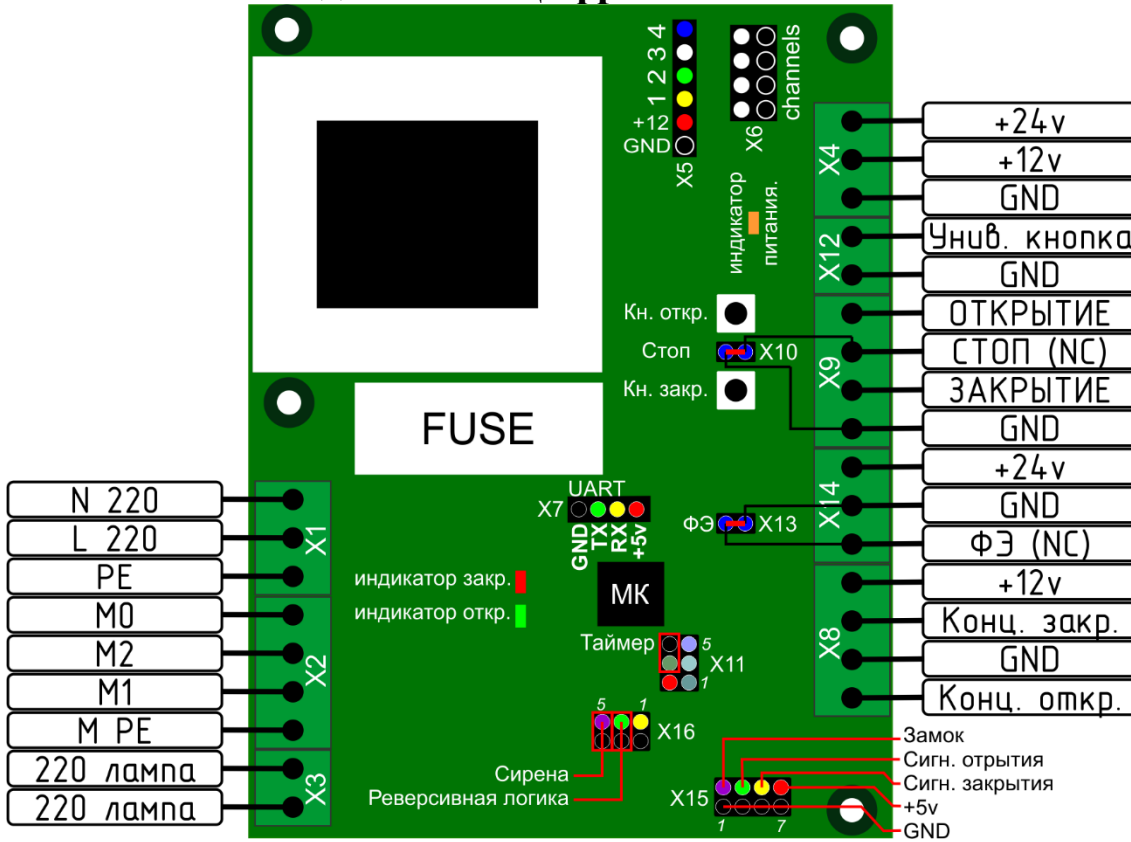

Рисунок 1
Питание шлагбаума однофазное, подключается к разъему X1 (см. Рисунок 1)
Фотоэлементы подключаются к разъему X14 (см. Рисунок 1). Питание фотоэлементов – 24В.
При отсутствии фотоэлементов на переключателе X13 (см. Рисунок 1) должен быть установлен джампер. При отсутствии перемычки шлагбаум не будет закрываться.
Сигнальная лампа подключается к разъему X3. Напряжение ~220В. Активируется при движении стрелы шлагбаума. Лампа крепится с боку корпуса шлагбаума (см. Рисунок 1)
Подключается к разъему **X9** (см. Рисунок 1)
3. Блок перейдет в режим настройки задержки таймера. Количеством миганий индикаторов открытия и закрытия (см. Рисунок 1) отобразится текущее время задержки в секундах кратное 5. (3 мигания – 15 секунд)